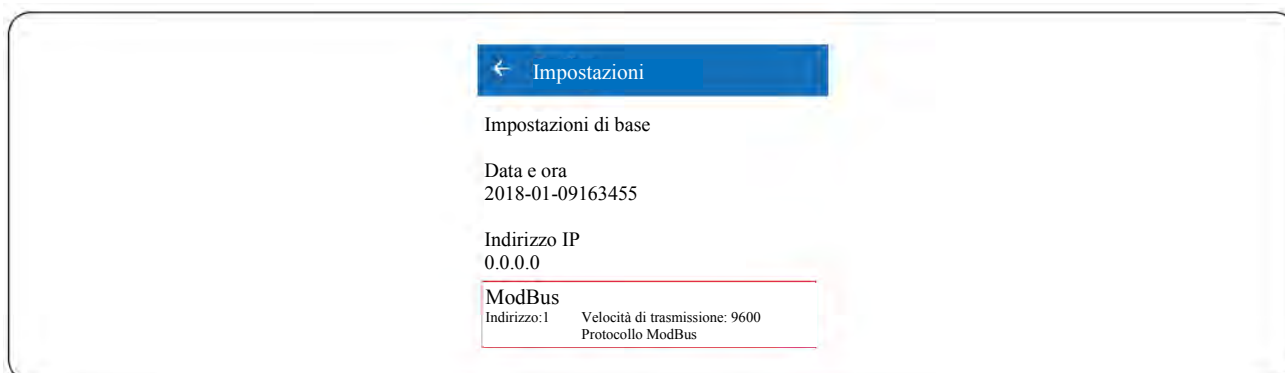

Figura 5.22 Verifica dell'indirizzo Modbus
**Fase 3** Controllare l'indirizzo Modbus nella Figura 5.22, l'indirizzo predefinito è 1, fare clic a lungo per modificare l'indirizzo e salvarlo; l'inverter sullo stesso bus RS485 deve avere un indirizzo unico.